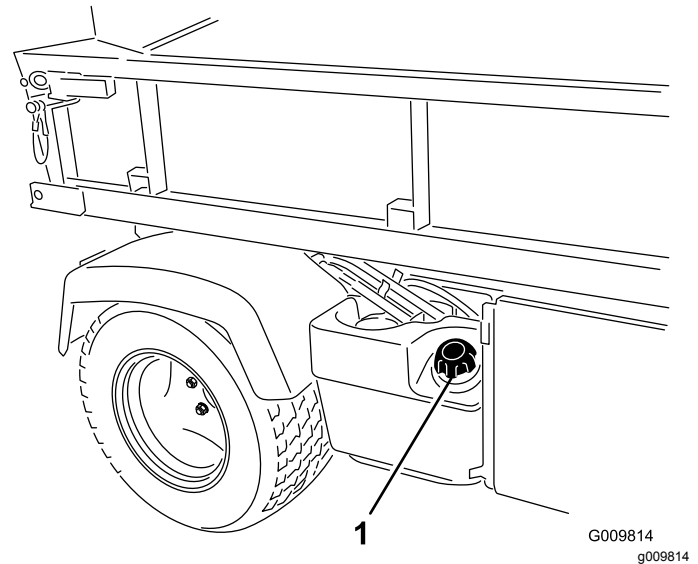

Bild 20
2. Entfernen Sie den Tankdeckel (Bild 20).